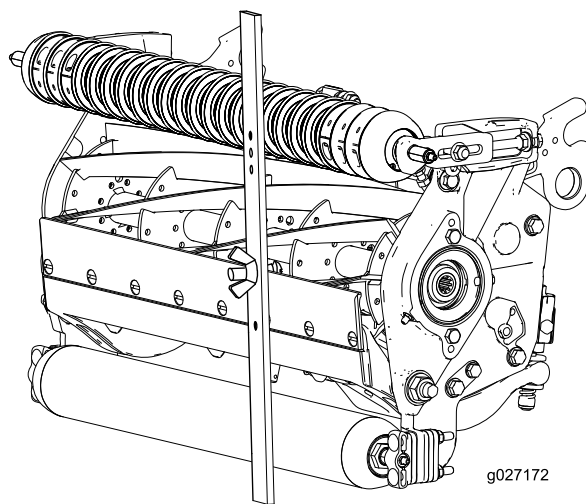

图 17
4. 将螺丝头钩在底刀的刀刃上并将调刀尺的后端放到后滚筒上图 17。
5. 旋转调节螺丝直到前滚筒接触到调刀尺图 17。